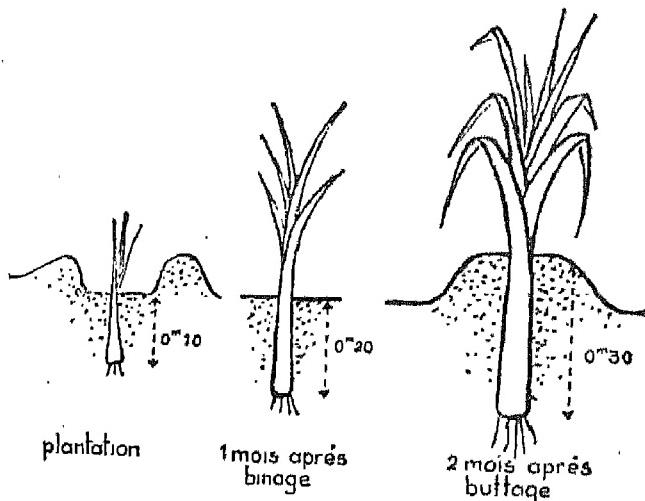

Fig. 8. — *Buttage.*
c) **Buttage.** — Il consiste à former une butte de terre meuble à la base de certaines tiges : les pommes de terre, haricots, choux... s'accompagnent bien de cette façon culturale dont l'effet est de favoriser le développement de racines adventives au pied des plantes qui deviennent ainsi plus vigoureuses (fig. 8).